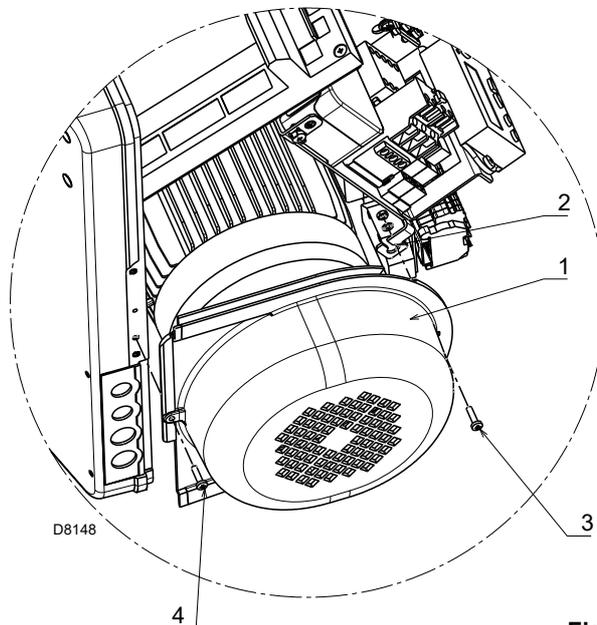

Fig. 21
- fissare la protezione del motore, data a corredo 1)(Fig. 21), sulla staffa 2), utilizzando le apposite viti 3) con dado e rondella.